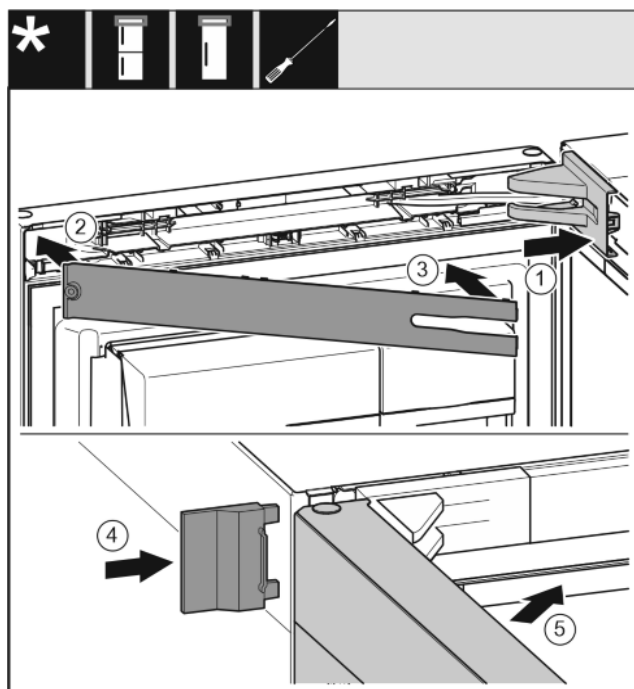

Fig. 40
- Poser et enclencher le cache du support de palier, l'introduire en appuyant délicatement. Fig. 40 (1)
- Poser le cache. Fig. 40 (2)
- Incliner le cache et l'enclencher. Fig. 40 (3)
- Enfiler le cache extérieur. Fig. 40 (4)
- Fermer la porte supérieure. Fig. 40 (5)